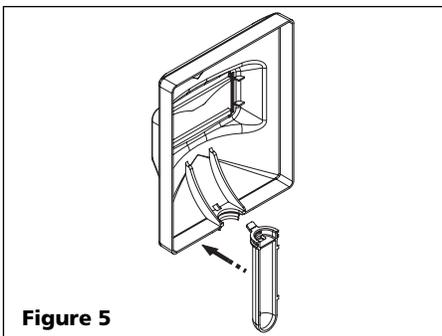

Figure 5
3. Pour fixer le manche, placer le masque à main sur une surface nivelée et appuyer sur le manche jusqu'à ce qu'il soit en place (voir figure 5).